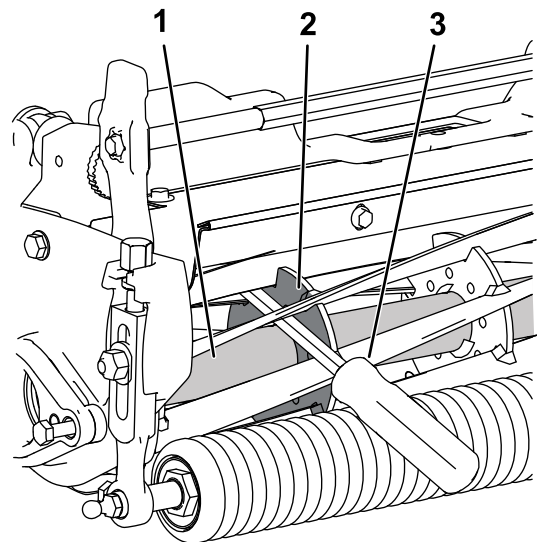

Figura 12
- B. Coloque la palanca contra la parte soldada de la placa de soporte del molinete (Figura 12).
- A. Introduzca una palanca de mango largo (se recomienda una palanca de $\frac{3}{8}$ " x 12" con mango de destornillador) a través de la parte delantera del molinete de corte, lo más cerca del lateral de la unidad de corte que se va a apretar (Figura 12).